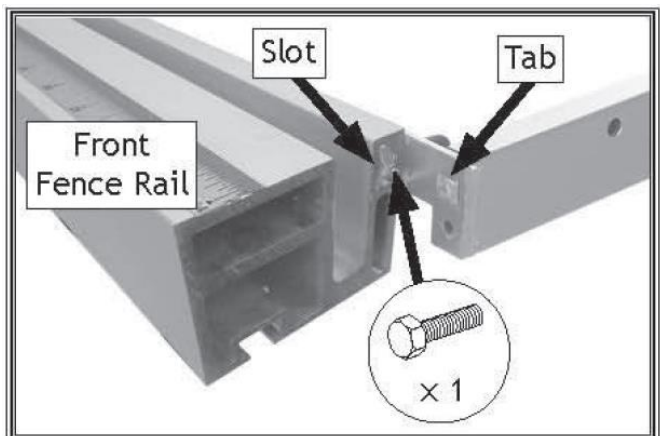

Рисунок 32. Крепление переднего конца направляющей параллельного упора.
29. Вставьте (1) болт с шестигранной головкой М8-1,25 x 16 в передний конец скобы параллельного упора, затем вставьте шестигранную головку и язычок скобы в прорезь в передней направляющей упора (см. рисунок 32). Затяните винт и шестигранную гайку на заднем конце рельсовой скобы ограждения.